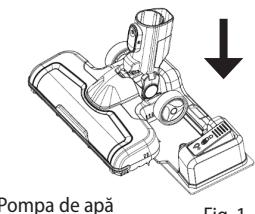

Fig. 1
- Dacă dorîți să și stergeti în timpul aspirării, puneți peria turbo în rezervorul de apă (14) și apăsați ușor, veți auzi un clic (Fig. 1).